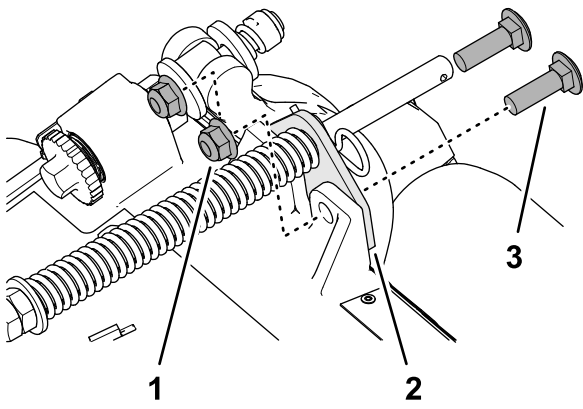

图 18
- 拆下将草坪补偿支架固定到滚刀组架的 2 个凸缘锁紧螺母 ( $\frac{3}{8}$  英寸) 和 2 个托架螺栓 ( $\frac{3}{8}$  x  $1\frac{1}{4}$  英寸) (图 18)。
2. 拆下将草坪补偿支架固定到滚刀组架的 2 个凸缘锁紧螺母 ( $\frac{3}{8}$  英寸) 和 2 个托架螺栓 ( $\frac{3}{8}$  x  $1\frac{1}{4}$  英寸) (图 18)。